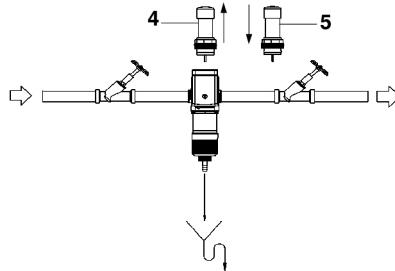

Figure 21. Remplacement cartouche III
- Retirez l'ancienne cartouche (4) de l' appareil, en la tirant vers le haut de l' appareil (cf. Figure 21).
- Insérer la nouvelle cartouche phosphate (5) dans l' appareil.